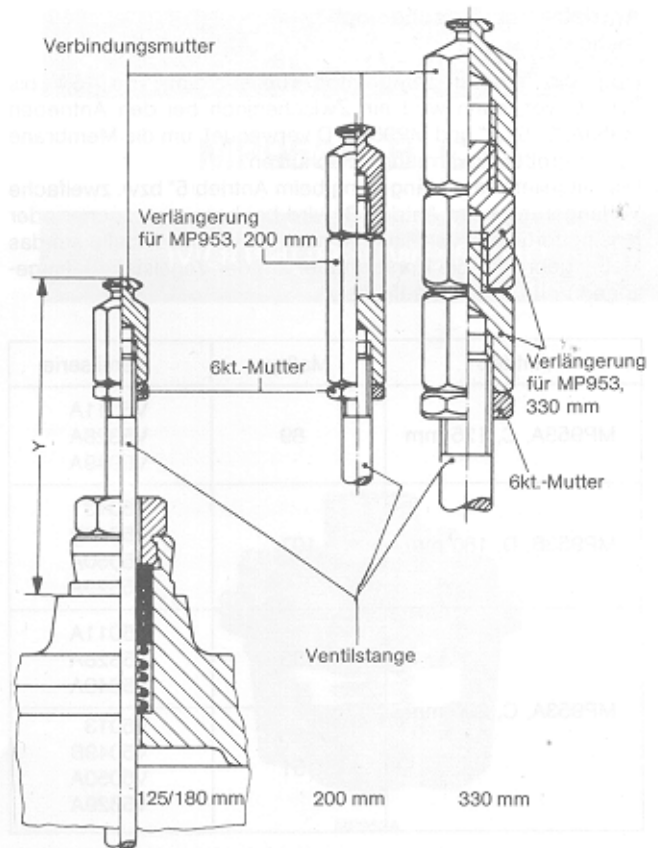

Bild 5
### Montage der Stellmotoren MP953A, C, 200 mm und 330 mm mit Stangenverlängerung (Bild 5)
5. Maß  $y$  nach der folgenden Tabelle und Bild 5 einstellen und mit der 6kt.-Mutter kontern.
Maß y (Bild 5)